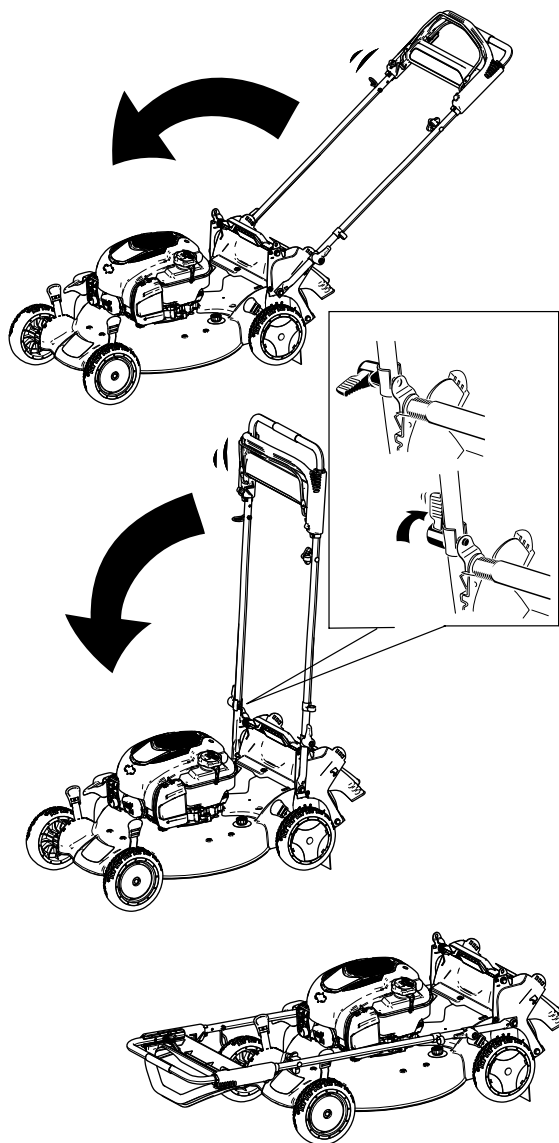

Figura 24
2. Fate ruotare la stegola in avanti (Figura 24).